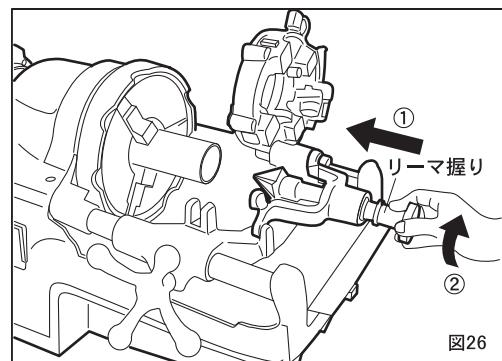

図26
12. 面取り（図26、27）
- ①ダイヘッドとカッタをおこしてください。
- ②リーマをたおして、往復台にセットしてからリーマ握りを押して図26-①のようリーマを突きだします。
- ③握りを反時計方向に回してホルダーにセットします。
(図26-②)